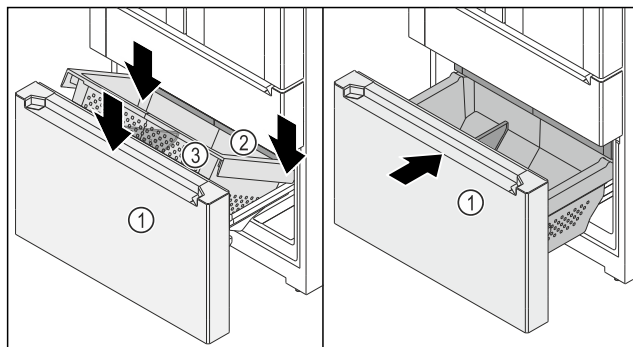

Fig. 152
- ☐ Auszugswagen Fig. 152 (1) ist herausgezogen.
- ☐ Schubfach Fig. 152 (2) ist eingeschoben.
- ▶ Behälter Fig. 152 (3) hinten auf den Schienen rechts und links aufsetzen.
- ▶ Behälter Fig. 152 (3) vorne absenken, sodass Behälter Fig. 152 (3) die Schienen rechts und links umschließt.
- ▶ Auszugswagen Fig. 152 (1) einschieben.